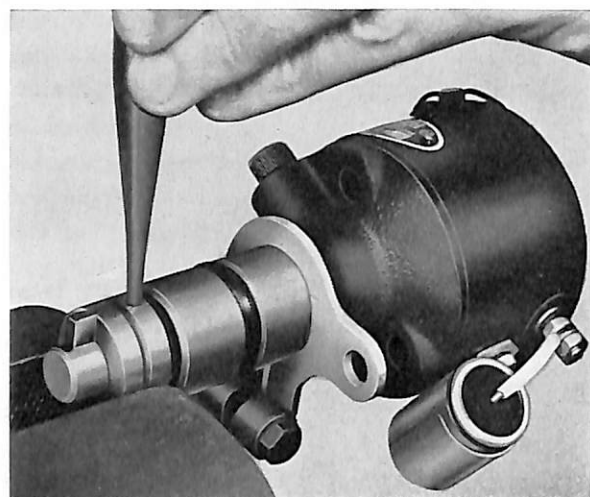

Bild 59. Demontering av medbringare.
5. Lyft utav stoppfjädrarn (lås-fjädr) och slå ut stiftet för medbringaren samt drag utav denna. Märk medbringarens läge i förhållande till axeln. Bild 59.